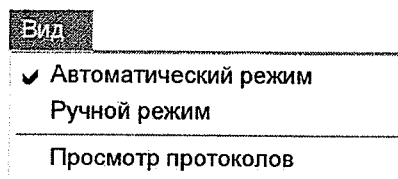

Рисунок 5 - Пункт меню «ВИД»
1.3.1.2 Меню «ВИД» (см рисунок 5) содержит вкладки: